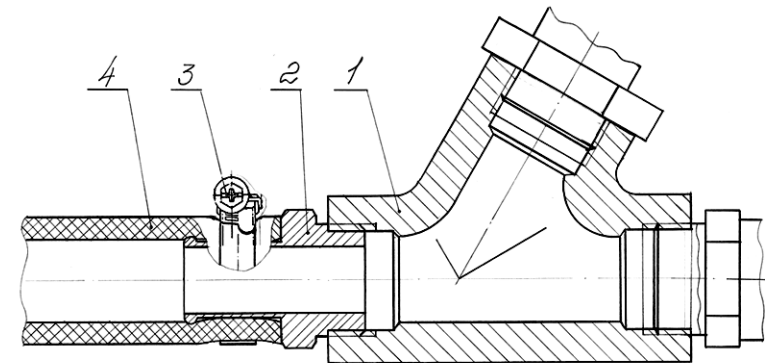

Рис.5 Узел крепления напорного рукава.
6.7.1 Закрепить рукав 4 на ниппеле 2 с помощью червячного зажима 3 в соответствии с рис.5.